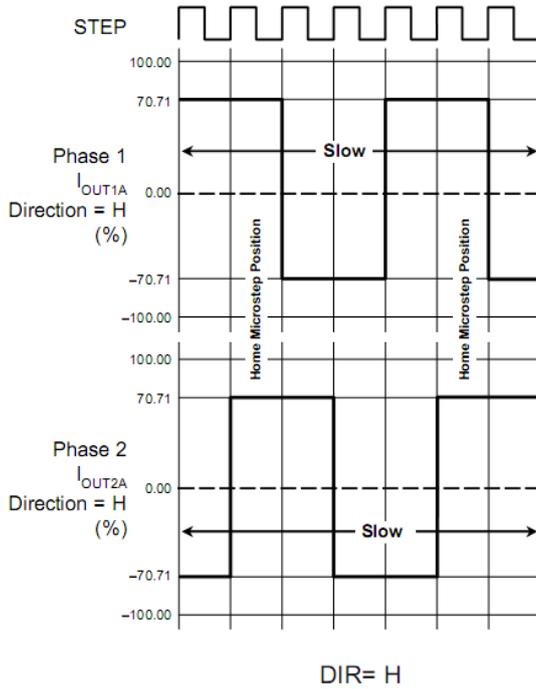

Figure 8. Decay Mode for Full-Step Increments
在上电或复位时,译码器将DAC和相电流的极性设为初始的Home状态(如图8~11所示),且两相的电流调节器均工作在混合衰减模式。当一个步进信号进入STEP端口,译码器自动将DAC排序进入下一电平和电流极性。(表2给出了电流台阶顺序)。微步细分精度由MS1和MS2输入组合确定,如表1所示。
**混合衰减操作:**当上电复位后正常工作时,根据ROSC的配置和步进顺序,H桥工作于混合衰减模式,如图8~11所示。在混合衰减期间,当达到预定值时,HR4985初始进入快衰模式,快衰减时间占固定关闭时间 $t_{OFF}$ 的31.25%。其后转为慢衰减直至固定关闭时间结束。时序框图在图7中呈现。
**复位输入(nRESET):**RESET输入(低电平有效)使得TRANSLATOR恢复初始状态(如图8~11所示),关断所有DMOS输出,此时STEP输入无效,直到RESET重新变为高电平为止。
**混合衰减操作:** 当上电复位后正常工作时, 根据 ROSC 的配置和步进顺序, H 桥工作于混合衰减模式, 如图 8~11 所示。在混合衰减期间, 当达到预定值时, HR4985 初始进入快衰模式, 快衰减时间占固定关闭时间  $t_{off}$  的 31.25%。其后转为慢衰直至固定关闭时间结束。时序框图在下页图中呈现。